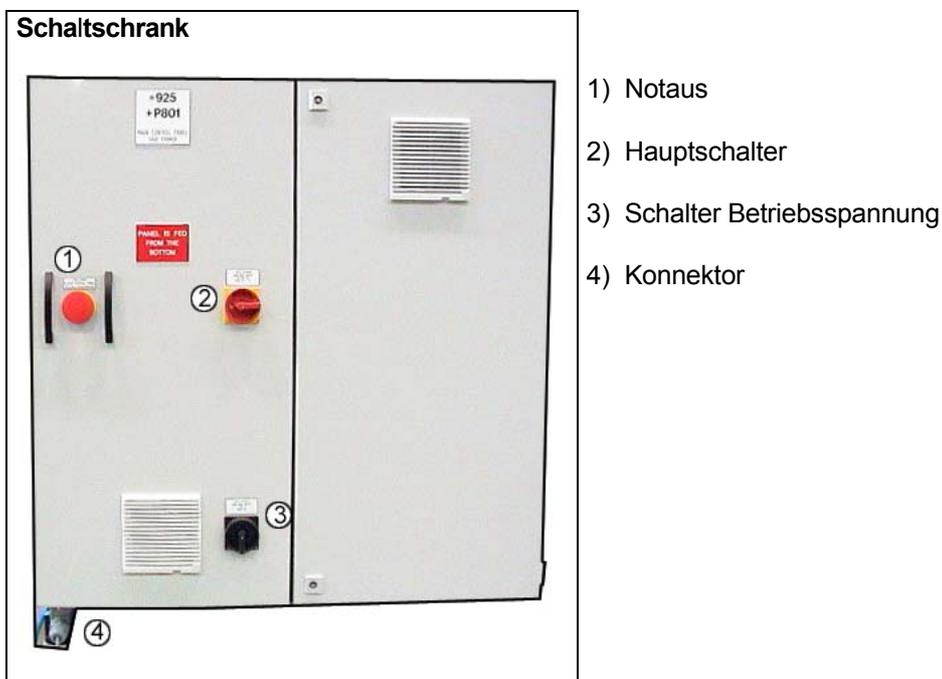

Abb. 3.4
- Das Netzkabel am Konnektor anschließen (Abb. 3.4)